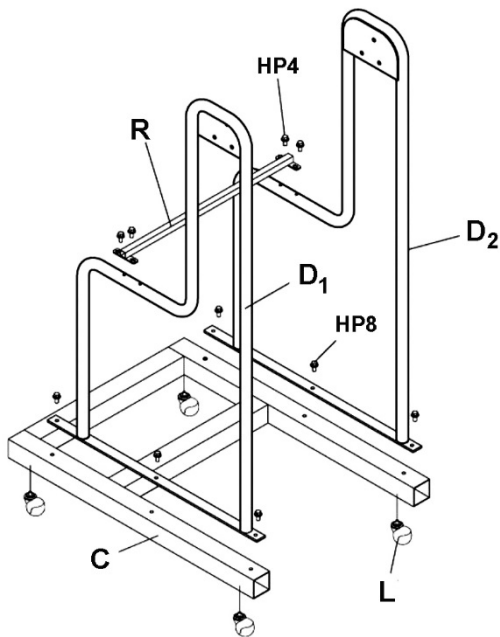

Abbildung 3
1. Die vier Laufrollen (L) am Sockel (C) anbringen. Siehe Abbildung 3.
2. Den linken und den rechten Ständer (D₁, D₂) mit den Flanschkopfschrauben (HP8) am Sockel (C) anbringen.
3. Die Ständerstütze (R) mit den Flanschkopfschrauben (HP4) am Sockel (C) anbringen.